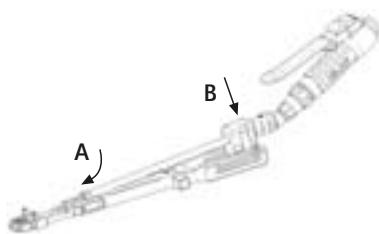

Fig. 5 Acoplar a peça de mão na guia de fresa
- A: Inserir a peça de mão para fresa 6, com a fresa acoplada nela, no orifício dianteiro da guia de fresa 3, ver Fig. 5.
- B: Inserir os pinos laterais do bloco de montagem 4 nas ranhuras traseiras da guia de fresa 3, ver Fig. 5.